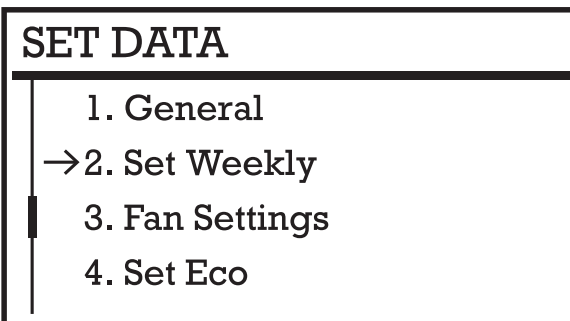

Figure 22 : Données de jeu de menus
1. Tenir la touche **ENTRÉE** (11, Fig. 17) enfoncée (11, Fig. 17) jusqu'à ce que le menu « **SET DATA** » (configuration de données) s'affiche à l'écran. Utiliser la touche de **DÉFILEMENT BAS** pour sélectionner (10, Fig. 17) « **SET WEEKLY** » (réglage hebdomadaire). Appuyer sur **ENTRÉE**. L'écran de configuration du **calendrier hebdomadaire** s'affiche. **VOIR FIGURE 22.**